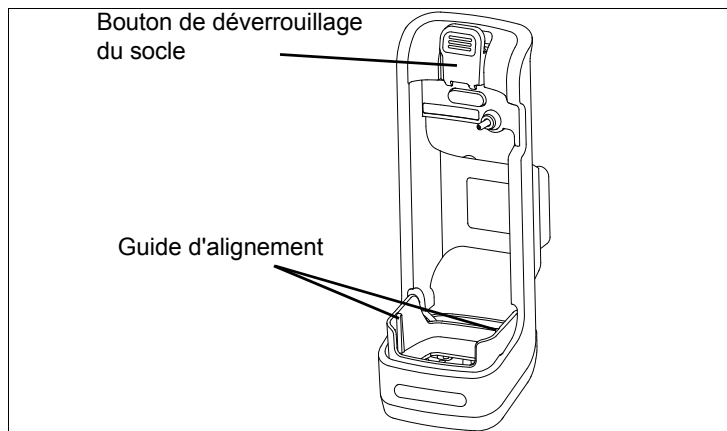
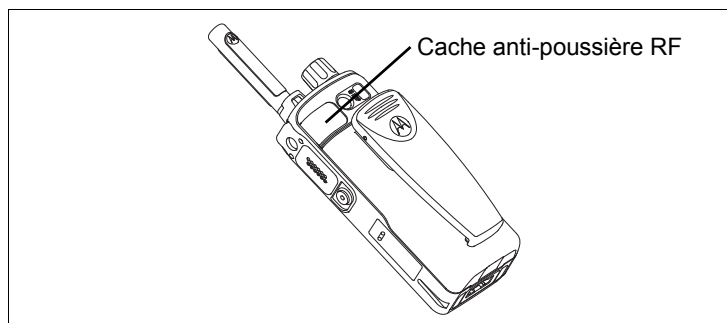

Figure 1. Socle pour voiture.
Figure 2. Terminal portable TETRA.
1. Placez le terminal portable TETRA sur le socle en alignant les fentes latérales de la partie basse du terminal avec les guides d'alignement situés en bas du socle, comme illustré à la *Figure 1*. Assurez-vous que le cache anti-poussière RF du terminal portable TETRA est ouvert (voir *Figure 2*) avant d'insérer ce dernier dans le socle.
1. Appuyez sur le bouton de déverrouillage du socle (voir *Figure 1*) et tirez le terminal portable TETRA vers le haut pour le sortir du socle.